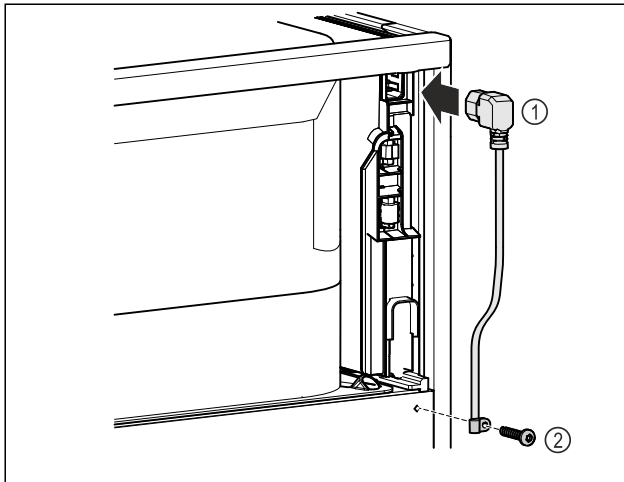

Fig. 11
- ▶ Kaltgerätebuchse der Netzanschlussleitung Fig. 11 (1) auf der Rückseite des Gerätes einstecken.
- ▶ Zugentlastung montieren. Fig. 11 (2)